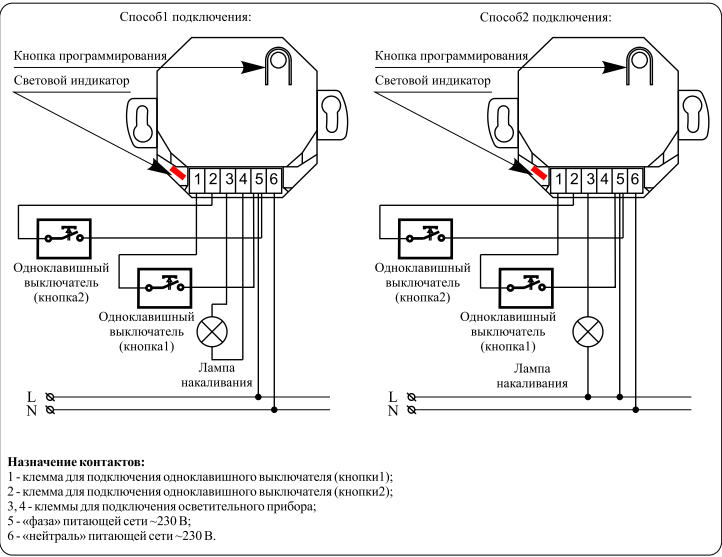

Рисунок 1 Типовая схема подключения Nero II 8421 UPM
- подключить осветительный прибор в соответствии с одним из способов (см. рис. 1).
- подключить «нейтраль» питающей сети ~230 В к клемме 6 (см. рис. 1).